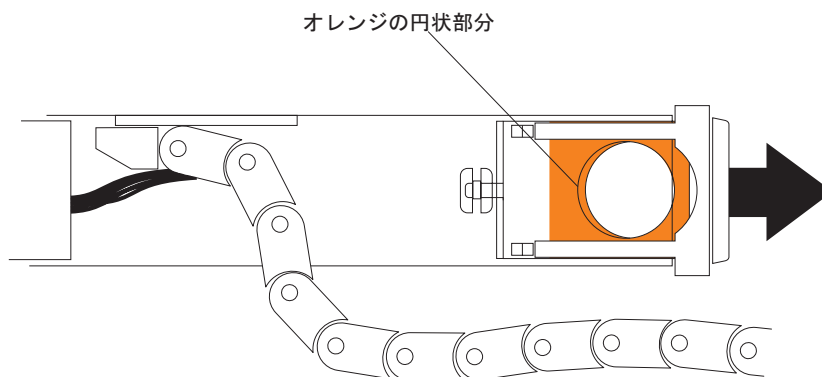

図 58. ドライブ・ドロワーに接続される水平取り付け金具
- d. ドライブ・ドロワーから右のケーブル・チェーンの取り付け金具を切り離します。指をオレンジの円状の部分に差し込み (図 58 を参照)、取り付け金具をドライブ・トレイから完全に引き出します。右のケーブル・チェーンを取り外します。